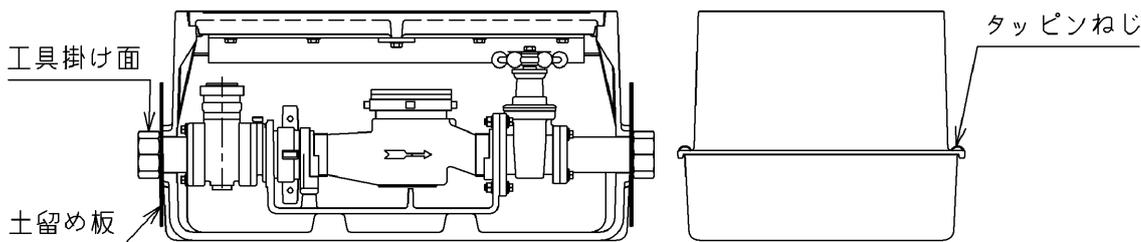
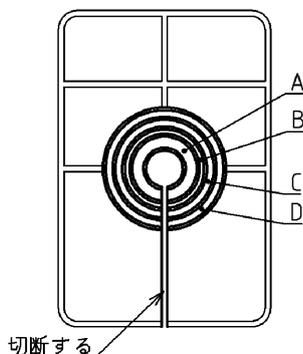

図 4
図 5 土留め板の加工
- ・ 内部への土砂の浸入を防ぐため、土留め板を取り付けて下さい（図4、図5）。